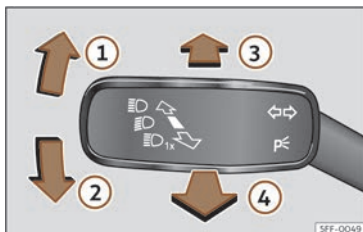

Fig. 108 Levier des clignotants et des feux de route (selon les versions).
- À partir de la position de base, appuyez en avant sur le levier des clignotants et de feux de route >>> **fig. 108** .
- **OU** : avec l'assistant des feux de route activé, tirez vers l'arrière le levier des clignotants et des feux de route >>> **fig. 108 (4)**.